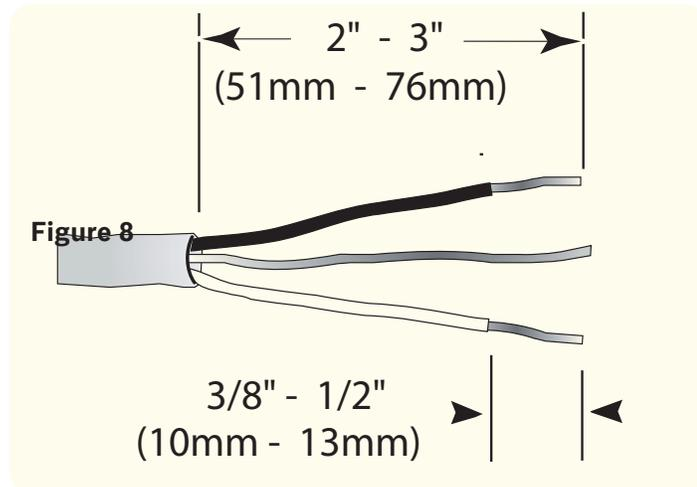

Figure 8
2. Enlever 2 à 3 pouces (51 à 76 mm) de la gaine extérieure du câble d'alimentation résidentiel ou in-situ comme indiqué sur la **Figure 8**. Enlever 3/8 à 1/2 po (10 à - 13 mm) de l'isolant de chaque fil comme indiqué sur la **Figure 8**.